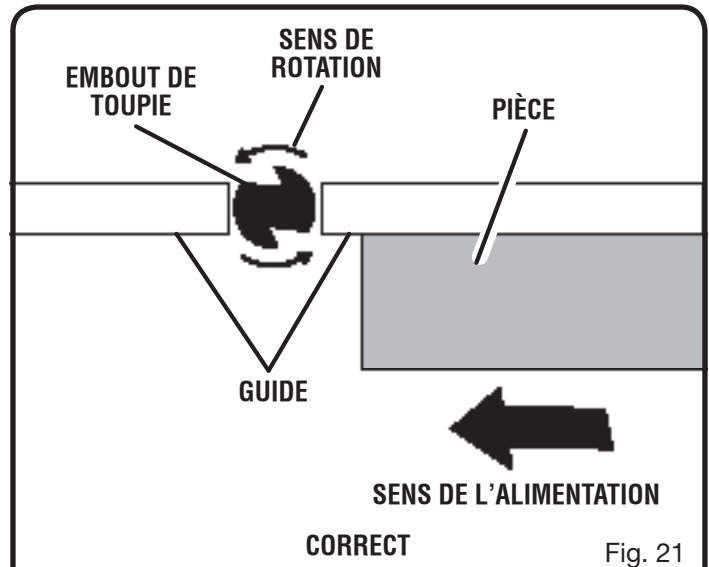

Fig. 21
Voir la figures 21 à 23.
- Une rainure peut être coupée dans la pièce à travailler en plaçant le guide derrière le couteau. Pour effectuer une rainure, glisser la pièce à travailler de droite à gauche. Pour élargir une rainure existante, s'assurer que le bord à couper se trouve contre le bord principal du couteau. Ce côté sera le plus éloigné du guide pendant que la pièce à travailler est glissée de droite à gauche. Voir la figures 21 à 23.